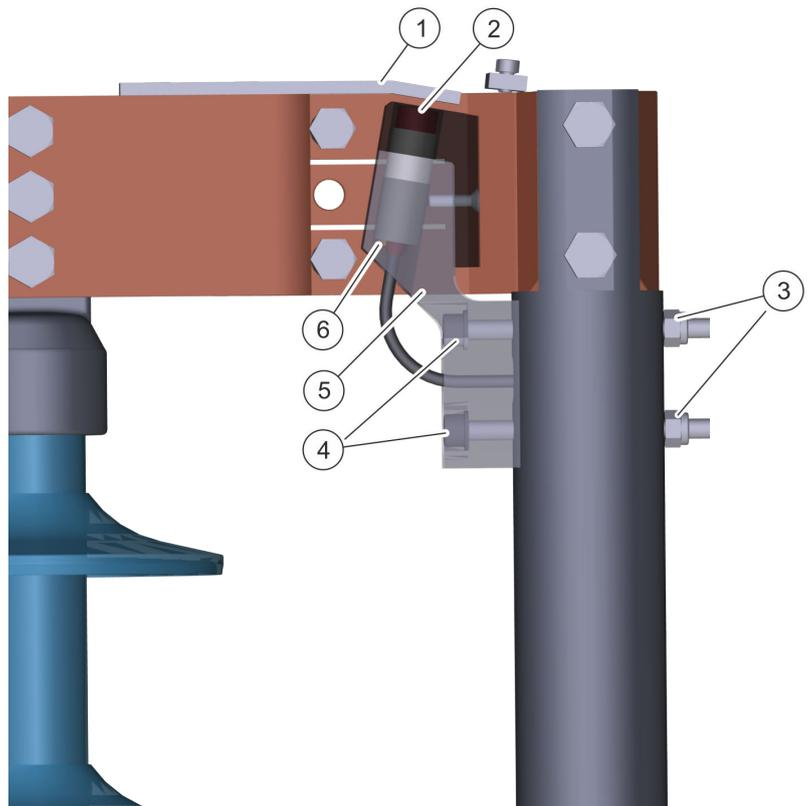

Abb. 7: Draufsicht auf die geschlossenen Hauptkontakte, ohne Abdeckblech
- ➔ Abstand zwischen Kontaktfinger (Abb. 7/1) in der Stellung „EIN“ und Oberkante des Sensors (Abb. 7/2) messen. Dieser Abstand muss zwischen 1 und 2,5 mm betragen.
1. ▶ Beide Innensechskant-Halteschrauben (Abb. 7/4) Größe 6 lösen.
2. ▶ Sensorwinkel (Abb. 7/5) verschieben.
3. ▶ Abstand des Sensors (Abb. 7/2) zum Kontaktfinger (Abb. 7/1) auf 1 – 2,5 mm einstellen.
4. ▶ Innensechskant-Halteschrauben (Abb. 7/4) festziehen.
6. ▶ Die Muttern (Abb. 7/3) am Sensorwinkel (Abb. 7/5) im Bedarfsfall lösen, um einen zu geringen Verstellweg in den Langlöchern des Haltewinkels auszugleichen.
*Wenn der Sensor bereits elektrisch angeschlossen ist, lässt sich die korrekte Funktion des Sensors durch die an der Unterseite befindliche Leuchtdiode (Abb. 7/6) kontrollieren. Die Leuchtdiode leuchtet bei geschlossenem Schalter.*